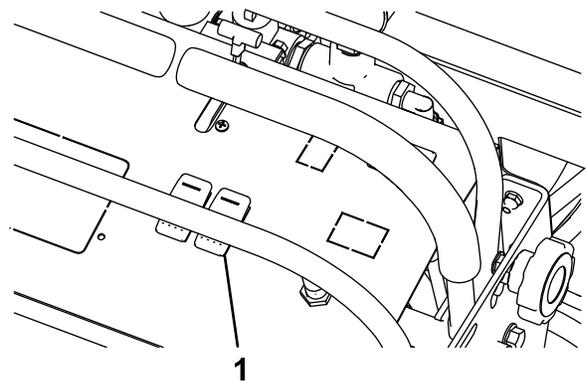

Figure 19
2. Mettez la pompe de pulvérisation en marche (Figure 19).